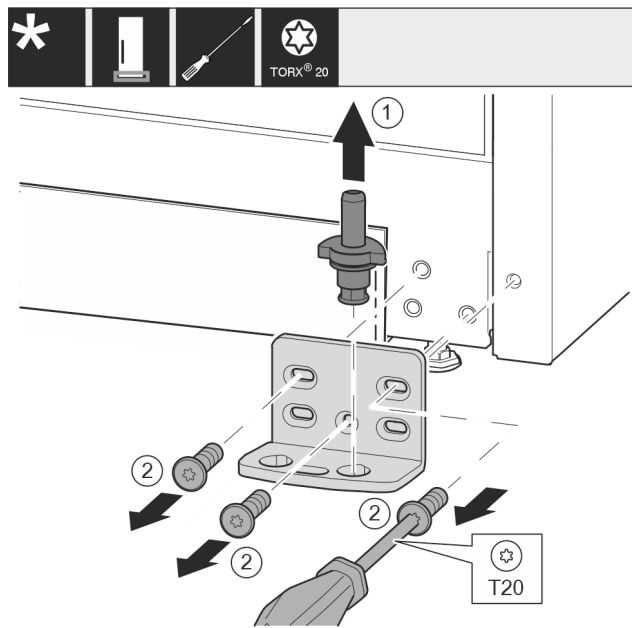

Fig. 15
- Trekk lagerbolten komplett opp og av. Fig. 15 (1)
- Skru ut skruene med skrutrekker T20, og ta av lagerbukken. Fig. 15 (2)